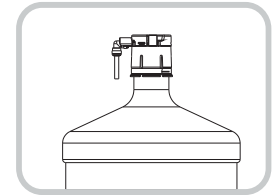

Fig.1
D. Corra el Collar hacia el cuello del botellón hasta que calce en su lugar (Fig. 1)